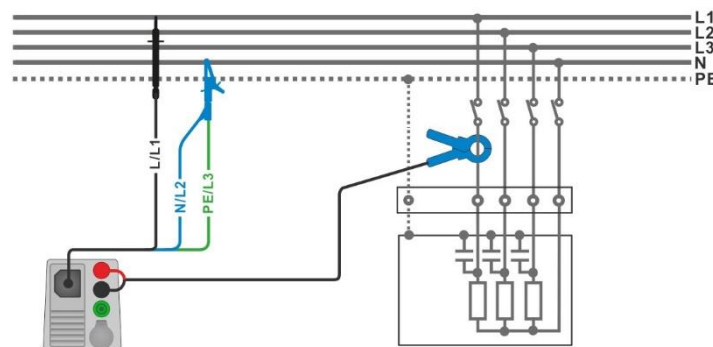

Abbildung 7.103: Oberwellenmessung
- Schließen Sie den 3-Leiter Prüfadapter und die Stromzange am Prüfling an (siehe **Abbildung 7.103**).